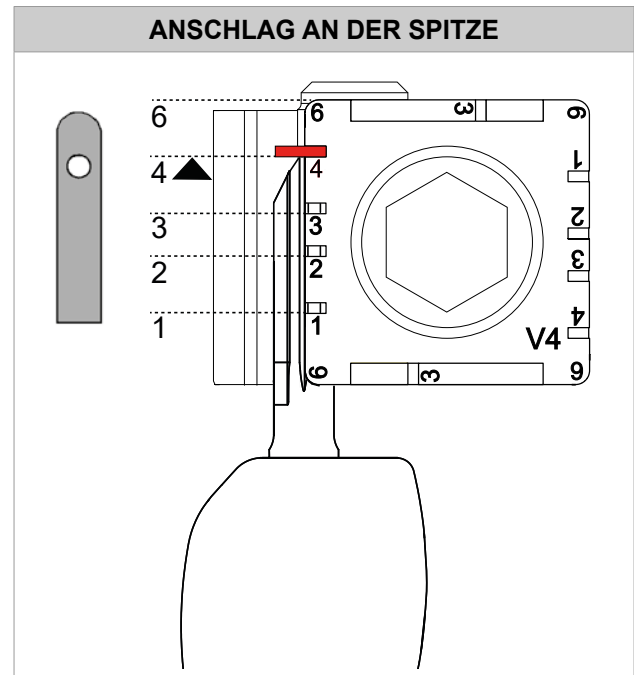

Bild 82
- Um Schlüssel mit Spitzenanschlag einzulegen, den Stab (mitgeliefert) verwenden, der in die entsprechenden Nuten einzulegen ist (Bild 82).